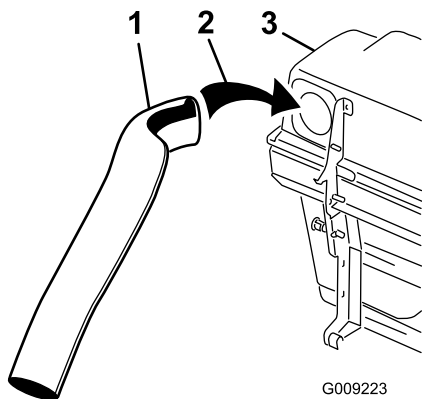

Figure 20
4. Instale el tubo superior en el hueco del ensacador y vuelva a retirarlo de manera que sobresalga el sello de goma (Figure 20).